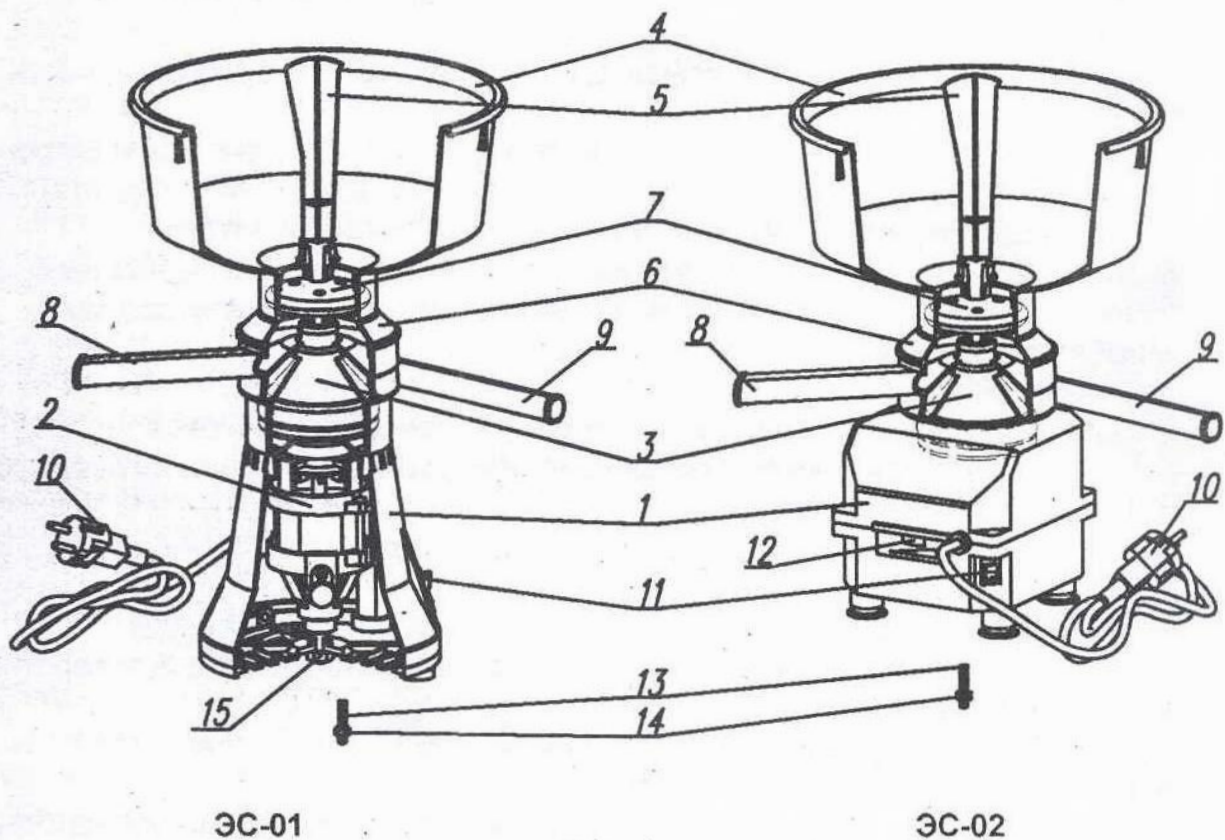

Рис. 1
4.6 Регулярно проверяйте затяжку гайки 15 рис. 1 установки электродвигателя.
5.1 Электропривод (рис. 1) представляет собой пластмассовый корпус 1, в котором на упругой опоре закреплен электродвигатель 2.
5.3 Барабан 3 (рис. 1) — основной узел сепаратора, в котором под действием центробежных сил происходит процесс разделения на сливки и обезжиренное молоко.
6.3 Для обеспечения вертикальной установки сепаратора и нормальной его работы необходимо установить электропривод на горизонтальную и ровную поверхность стола. Для этого в крышке стола просверлить отверстие диаметром 6,5-6,7 мм. В основание электропривода ввернуть шпильку 13 (рис. 1). Вставить шпильку в просверленное отверстие и затянуть гайкой 14, слегка прижав электропривод к столу.
6.5 Установить на электропривод посуду в соответствии с рис. 1.
Для устранения этого режима выключатель 11 (рис. 1) установить в положение «О». Звуковой сигнал прекратится. Для определения и устранения причин неисправности обратиться к разделу 10 данного руководства по эксплуатации. Повторить запуск сепаратора.
Регулировку жирности сливок на сепараторе модели ЭС-02 можно производить непосредственно во время работы сепаратора с помощью регулятора частоты вращения барабана поз. 12 (рис. 1), расположенного на передней панели электропривода. При вращении регулятора вправо жирность сливок увеличивается, при вращении регулятора влево — уменьшается.